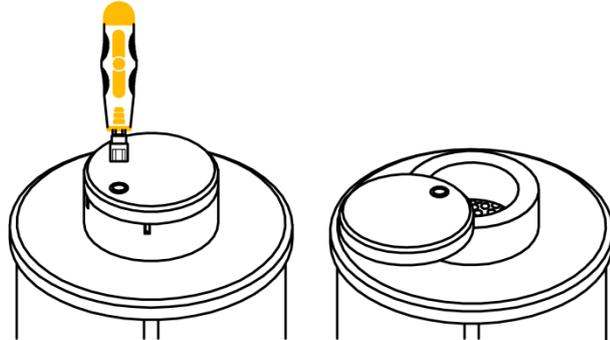

Abb. 9: Behälter 1.5 Liter mit Schwenkdeckel
- Behälter 1.5 Liter : Behälterschloss des Schwenkdeckels mit Steckschlüssel (Abb. 9) öffnen und Deckel um 180° aufschwenken